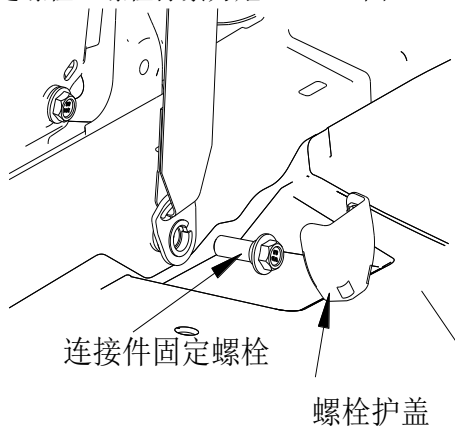

图 1-1
3、将 B 柱下部的螺栓护盖向外扳将其拆卸，然后拆除连接件固定螺栓。螺栓拧紧力矩  $45\text{N}\cdot\text{m}$ （图 1-1）。